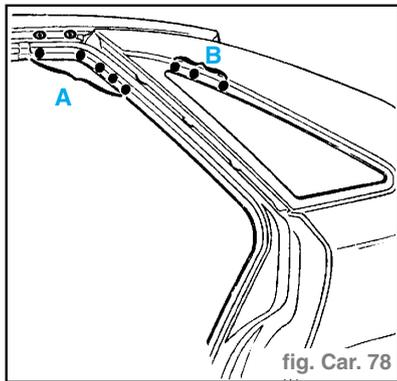

fig. Car. 78
Soudure (fig. Car. 78)
• En (A), points en 3 épaisseurs : gouttière, pavillon, traverse.
• Liaison avec allonge de brancard (fig. Car. 78)